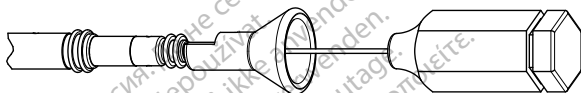

Abbildung 4. Einführen des Mandrins
3. Führen Sie den gewählten Mandrin durch den Anschlussstift oder die ggf. verwendete Mandrin-Einführhilfe ein (Abbildung 4 Einführen des Mandrins auf Seite 18).